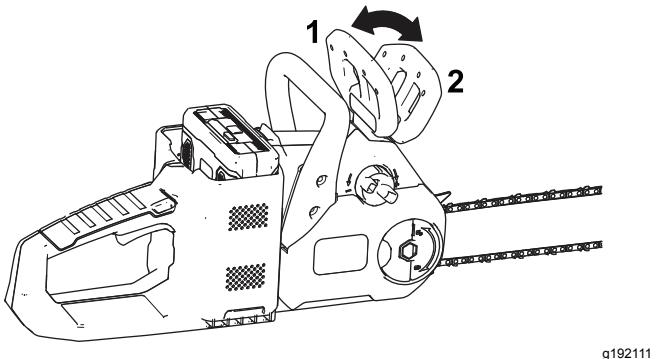

Figura 28
2. Ponga el freno de la cadena moviendo el freno de la cadena hacia adelante a la posición de PARADA (Figura 28).
4. Quite el freno de la cadena moviendo el freno de la cadena hacia atrás, a la posición de MARCHA (Figura 28).
2. Abra la pestaña de la tuerca de mariposa y aflojela, pero no retire la tuerca de mariposa de la cubierta (Figura 28).